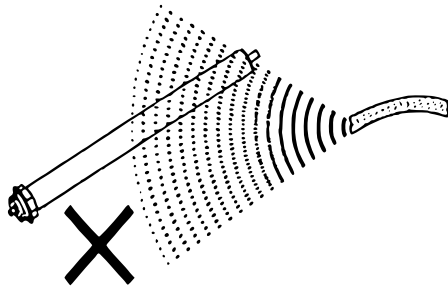

Fig. 1
- No limpie el motor con agua ni lo exponga a una humedad elevada (Fig. 1).